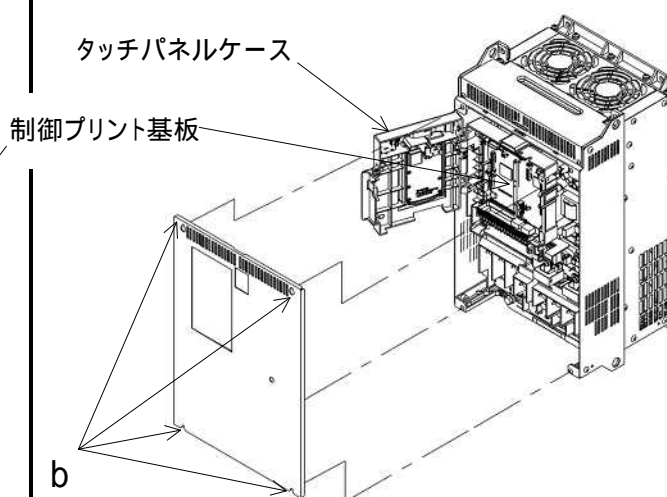

図 2.1-2 前カバーの取外し方法
- (1) 図 2.1-2 のように、b 部の表面カバー取付けネジ(容量により個数は異なります)を外し、表面カバーを取り外してください。
- (2) タッチパネルケースを開けてください。
- (1) 制御プリント基板のオプション取付け用金具の3カ所"a"~"c"に、付属のスペーサ"d"(3本)を取り付けます。
- (2) 本インタフェースカードのコネクタ(CN1)が制御プリント基板のコネクタ(B-port)に接続するように、インタフェースカードを取り付けます。
- (3) 付属のねじ"e"(3本)を締めてインタフェースカードを固定します。
- (4) 電源ケーブルを、制御プリント板上のCN24に接続して下さい。
- (5) 図2.1-1, 図2.1-2の「前カバーの取外し方法」を参照して、前カバーを取り外した手順と逆に取り付けます。
- (1) 制御プリント基板のコネクタ(D-port)に、デジタル 16bit オプションを取り付けます。
- (2) デジタル 16bit オプションの取付け用穴(①～⑥)の①と②にデジタル 16bit オプション付属のねじ"a"(2本)を、③～⑥にスペーサ"b"(4本)を取り付けます。
- (3) 制御プリント基板のオプション取付け用金具"c"には、インタフェースカード付属のスペーサ"d"(1本)を取り付けます。
- (4) 本インタフェースカードのコネクタ(CN1)が制御プリント基板のコネクタ(B-port)に接続するように、インタフェースカードを取り付けます。
- (5) 付属のねじ"e"(3本)を締めてインタフェースカードを固定します。
- (6) 電源ケーブルを、制御プリント板上のCN24 に接続して下さい。
- (7) 図 2.1-1、図 2.1-2 の「前カバーの取外し方法」を参照して、前カバーを取り外した手順と逆に取り付けます。